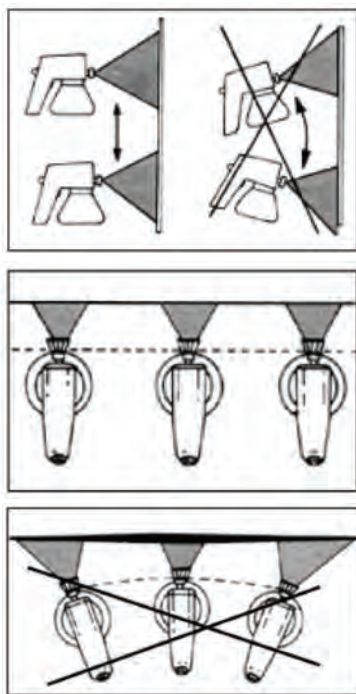

рис. 3
4.2 Для того чтобы обеспечить равномерное распыление, движение руки должно быть плавным, при распылении не сгибайте кисть руки (рис. 3).